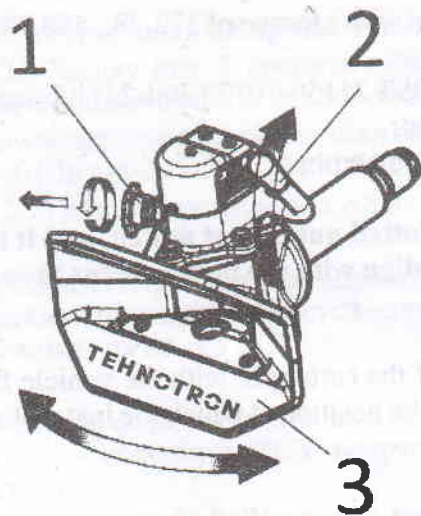

Рис. 4.1. Взвод исполнительного механизма
4.1.1 Перед сцепкой необходимо открыть предохранитель саморасцепки, для этого необходимо потянуть на себя до упора рукоятку предохранителя саморасцепки поз. 1 (см. рисунок 4.1) и, не отпуская ее повернуть по часовой стрелке до ее фиксации в заданном положении.
4.1.2 Перевести рукоятку взвода исполнительного механизма поз. 2 (рисунок 4.1) в верхнее положение до защелкивания. Если с первого раза взвести рукоятку не удалось то нужно повторить операцию открытия предохранителя саморасцепки и резким движением вверх взвести рукоятку.
4.1.3 Проверить фиксацию ловителя поз. 3 (рисунок 4.1) поворотом вправо-влево.